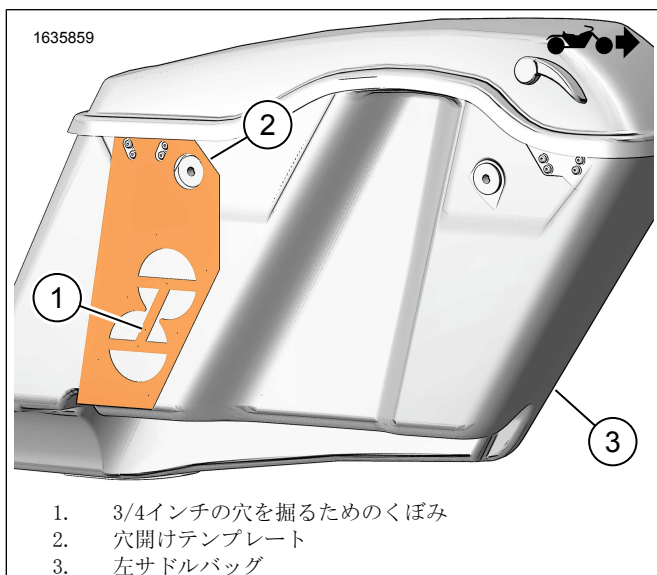

図3。左サドルバッグ
4. 図3を参照してください。左サドルバッグ(3)にドリルテンプレート(2)を配置します。